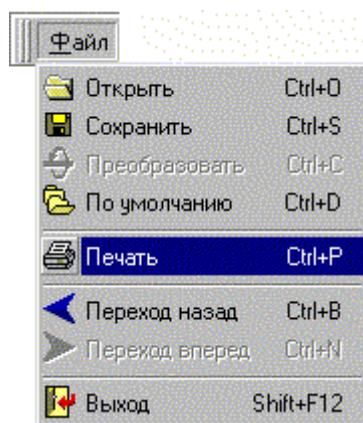

Рис. 4.13. Панель меню «Файл»
2. выбрать пункт меню «Файл\ Печать», для чего наложить указатель мыши на пункт главного меню «Файл» и нажать левую кнопку мыши. В результате этой операции развернется панель меню «Файл» (рис. 4.13). Это можно сделать при помощи клавиатуры, нажав сочетание клавиш «Alt + Ф».